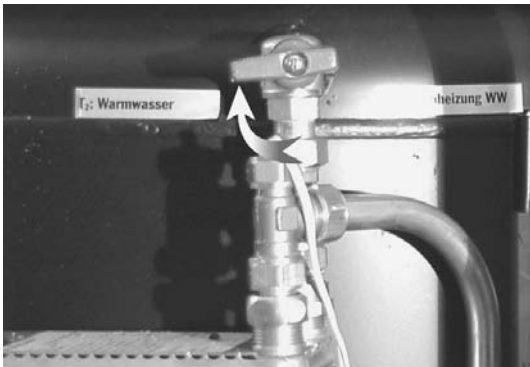
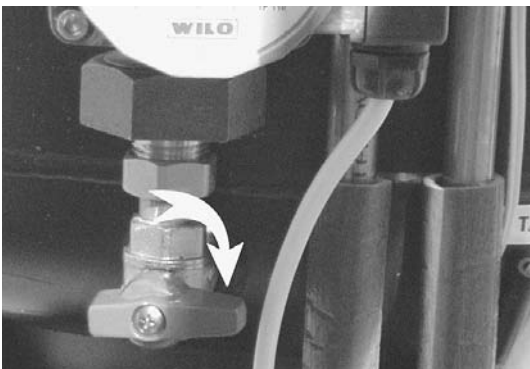

Bild 6: Eckkugelhahn oben schließen
Bild 7: Eckkugelhahn unten schließen
- Beide Eckkugelhähne schließen: einer oben am Speicher (Vorlauf: vom Speicher zum PWT, **Bild 6**), einer unten am Speicher (Rücklauf: hinter der WW-Pumpe zum Speicher, **Bild 7**).